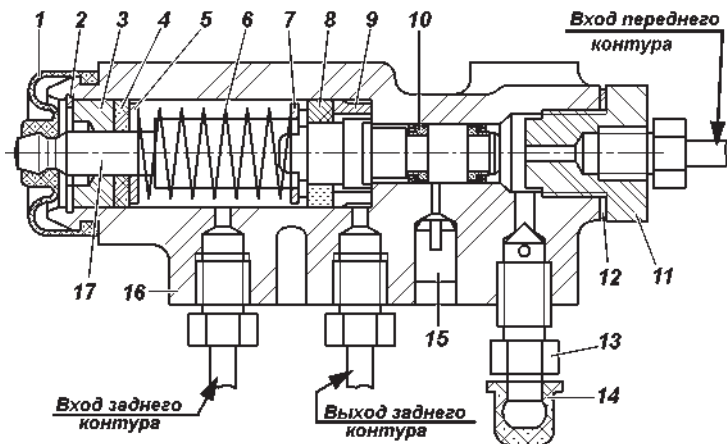
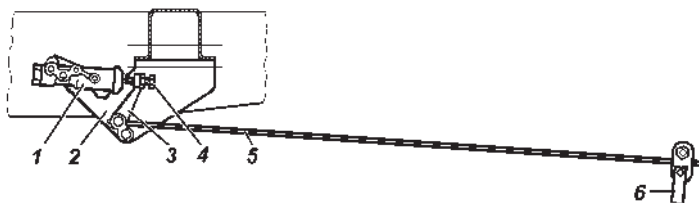

Рис. 9.35. Регулятор давления:
Рис. 9.36. Привод регулятора давления:
Регулятор давления. На автомобилях, не оснащенных антиблокировочной системой тормозов, устанавливается механический регулятор давления, действующий на задние тормоза (рис. 9.35), который обеспечивает оптимальное распределение тормозных сил по осям автомобиля и не допускает опережающую блокировку задних колес. При обслуживании проверяйте работоспособность регулятора давления. Очищайте регулятор от грязи и проверяйте надежность его крепления. Внешним осмотром убедитесь, что регулятор и детали его привода не имеют повреждений, отсутствуют подтекания тормозной жидкости и
При нажатии на педаль тормоза поршень 17 (рис. 9.35) регулятора давления должен выдвинуться из корпуса на 1,7 - 2,3 мм. Отсутствие хода поршня, а также его недостаточный или чрезмерный ход свидетельствует о неисправности регулятора или его привода.
В процессе эксплуатации и при замене задних рессор необходимо регулировать усилие упругого рычага 5 (рис. 9.36) на поршень регулятора. Регулировку производите в следующей последовательности:
2. Ослабьте контргайку регулировочного болта 4 (рис. 9.36) и отверните болт на 2-3 оборота.
3. Заверните болт 4 (рис. 9.36) до соприкосновения его с хвостовиком поршня 17 (рис. 9.35) регулятора.